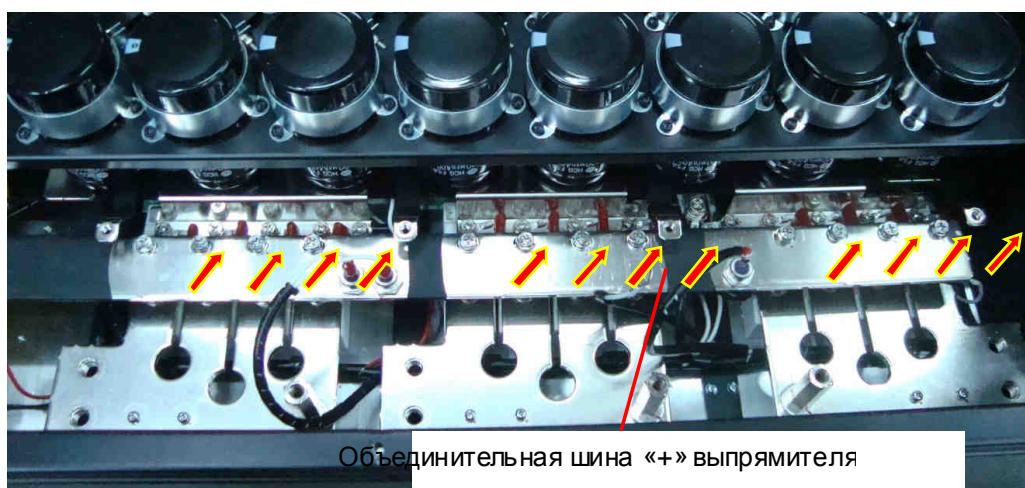

Рис. 6.20.
6.11.4. Выкрутить 12 винтов крепления объединительной шины «+» выпрямителя, снять шину (рис. 6.20), положить винты в тару.